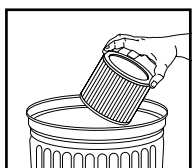

FIGURA 19
26. Para limpiar el filtro de cartucho agítelo o cepíllalo para quitar el exceso de suciedad. **FIGURA 19.**